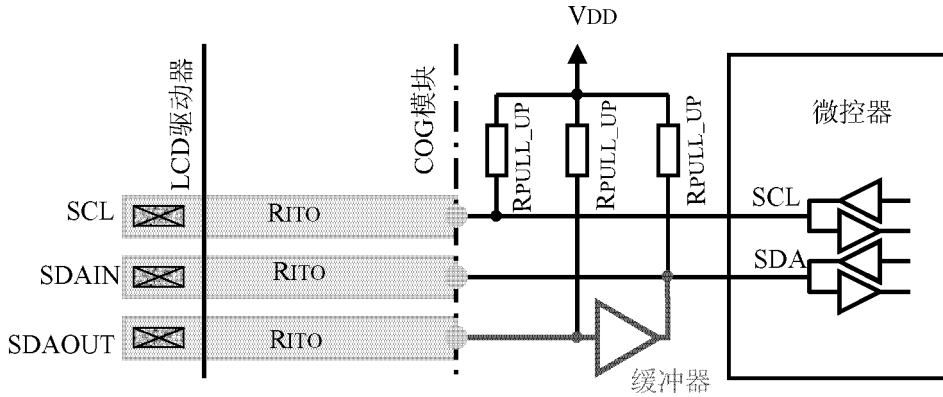

图6 通过一个开漏缓冲器与微控制器相连
(2) I²C 协议可在系统中完全实现, 但是可以满足最大逻辑低电平 V_{IL(max)} 要求对应的上拉电阻阻值太大, 不能同时满足最大上升时间 t_r 的要求。这种情况下, 可利用一个外部开漏缓冲器将 SDA 信号进行重新构造, 如图 6 所示。缓冲器可将 SDAOUT 引脚和 I²C 总线电容分离, 使上升时间的要求更容易满足。